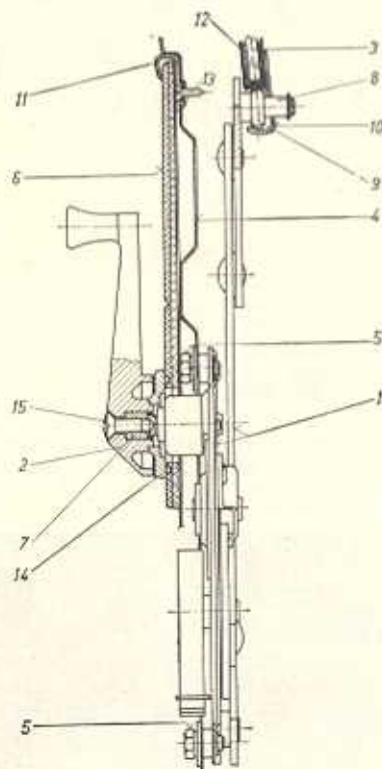

Bild K 35. Kurbelapparat
1. Der Kurbelapparat der vorderen Tür (Bild K 35)